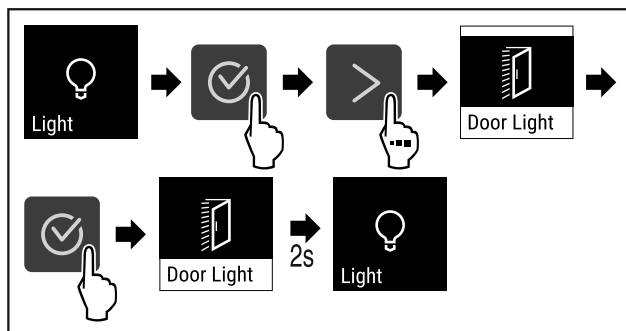

Fig. 70
- ▶ Végezze el a gyakorlati lépéseket (lásd Fig. 70).
- ▶ Hajtsa végre a művelet lépéseit (lásd Fig. 70).